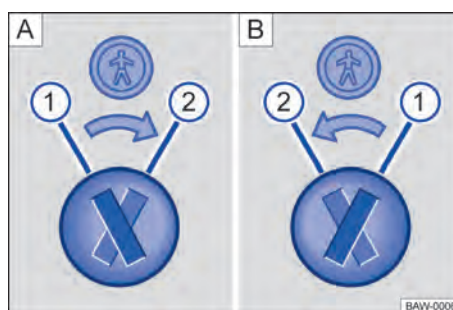

Fig. 8 Trava de segurança para crianças: (A) porta traseira esquerda, (B) porta traseira direita.
Legenda para → Fig. 8:
- Introduzir a haste da chave na ranhura da trava de segurança para crianças para ativar ou desativar → Fig. 8.